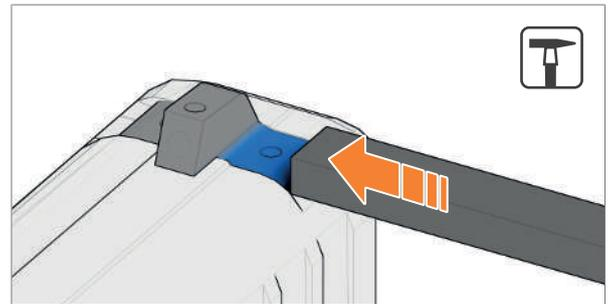

Abb. 37: Korn entnehmen
3. Korn mit Werkzeug entnehmen (Abb. 37).